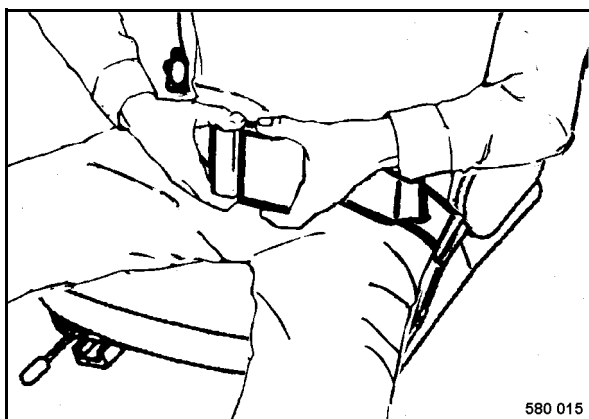

Fig. 32
- Allacciare la cintura di sicurezza (Fig. 32).